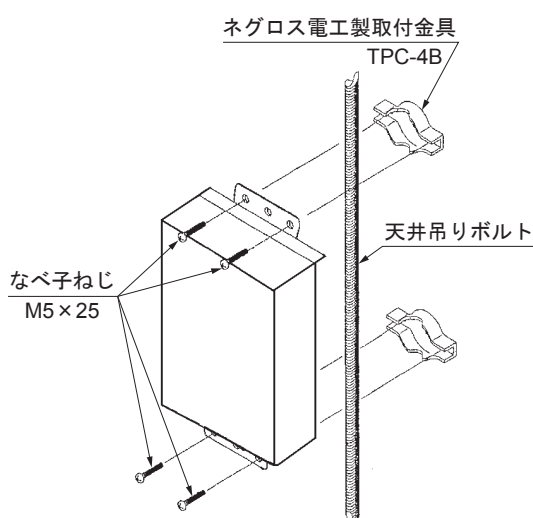

図3 リレー電源ボックスの吊りボルト取付例
- リレー電源ボックスを吊りボルトに取り付ける場合は、『図3』を参照してください。